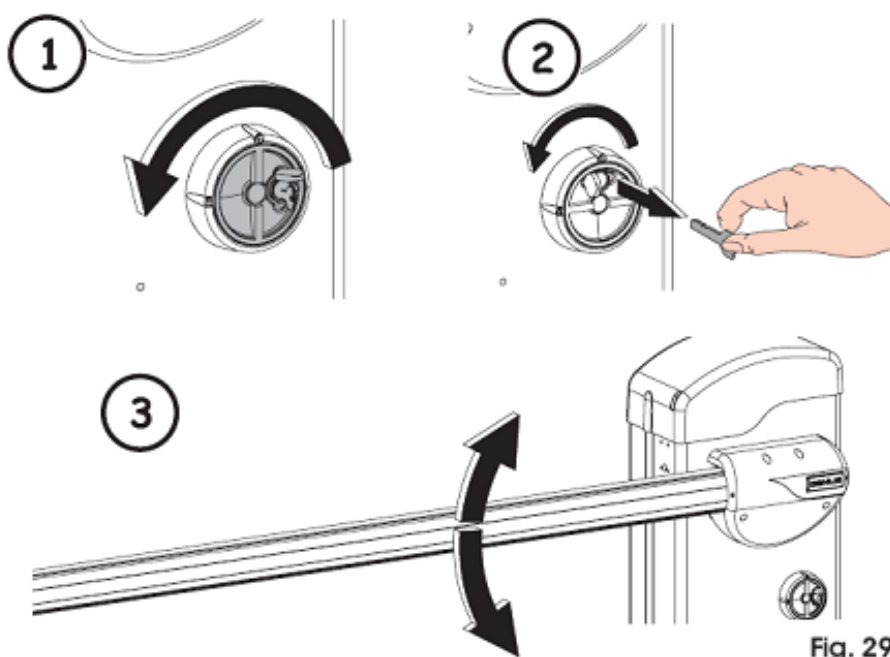

Fig. 29
- Tourner le dispositif de déverrouillage en sens inverse horaire jusqu'à son arrêt, fig. 29 réf. 1.
- Tourner la clé en sens inverse horaire jusqu'à l'arrêt et l'extraire, fig. 29 réf. 2.
- Actionner manuellement la lisse jusqu'à l'arrêt, Fig. 29 réf. 3.